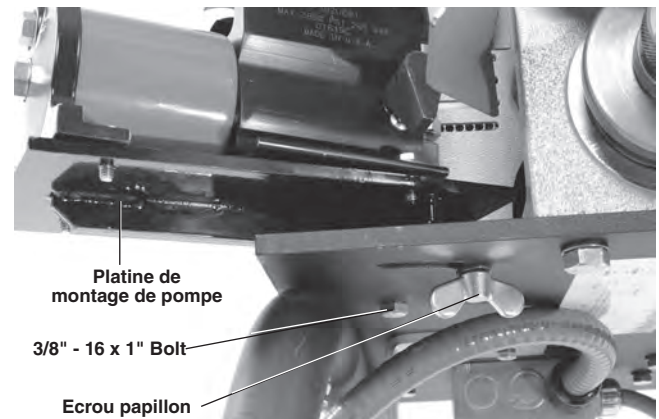

Figure 6 – Montage de la pompe hydraulique
7. Positionnez la platine de montage de la pompe sur le trou et la fente situés du côté interrupteur de la 918-I. Introduisez le boulon $\frac{3}{8}$ " - 16 x 1" avec rondelle via le trou en sous-face de l'embase de la rainureuse et vissez-le dans la platine de montage de la pompe (Figure 6).